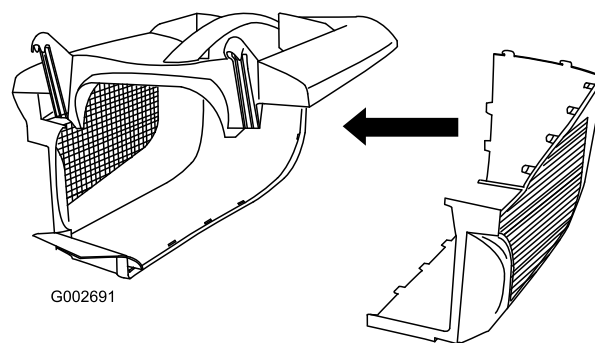

Figura 8
2. Inserite l'altro lato nei fermi della parte superiore e bloccate insieme il retro dei due lati (Figura 8).